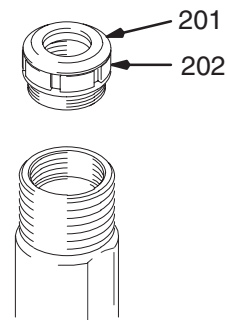

Fig. 13
Fig. 13. Placer le joint (201) sur l'écrou de presse-étoupe (202). Mettre l'entretoise de réglage du presse-étoupe sur l'écrou de presse-étoupe. Monter l'écrou de presse-étoupe dans le cylindre sans le serrer.